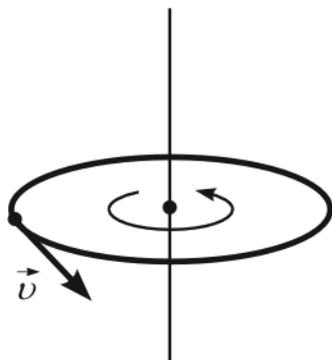

Рис. 1.36
4. Диск вращается против часовой стрелки равномерно (рис. 1.36). Укажите направления векторов угловой скорости $\vec{\omega}$, углового ускорения $\vec{\epsilon}$, момента силы трения $\vec{M}_{\text{тр}}$.